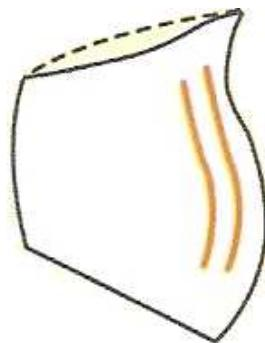

Figure 24 : CML montante au dos avec emboîtement⁽²⁷⁾
- CML montante au dos avec emboîtement. Prévue pour les femmes avec proéminence abdominale afin de maintenir le tablier antérieur (Figure 24) ;